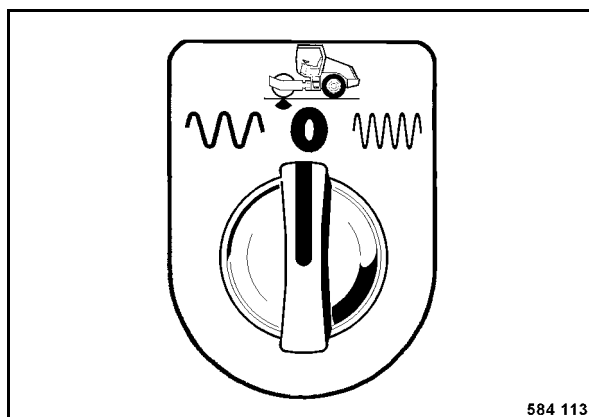

fig. 46
- Sélectionner les fréquences/amplitudes à l'interrupteur rotatif (fig. 46).